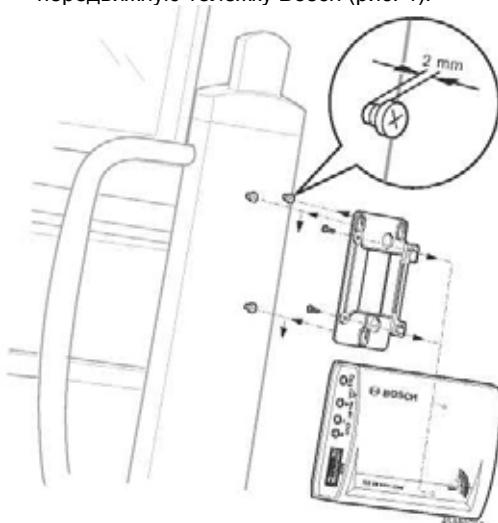

Рис. 4. Монтаж крепежного зажима.
1. Входящие в комплектацию три винта со сфероцилиндрической головкой ввернуть в передвижную тележку Bosch (рис. 4).